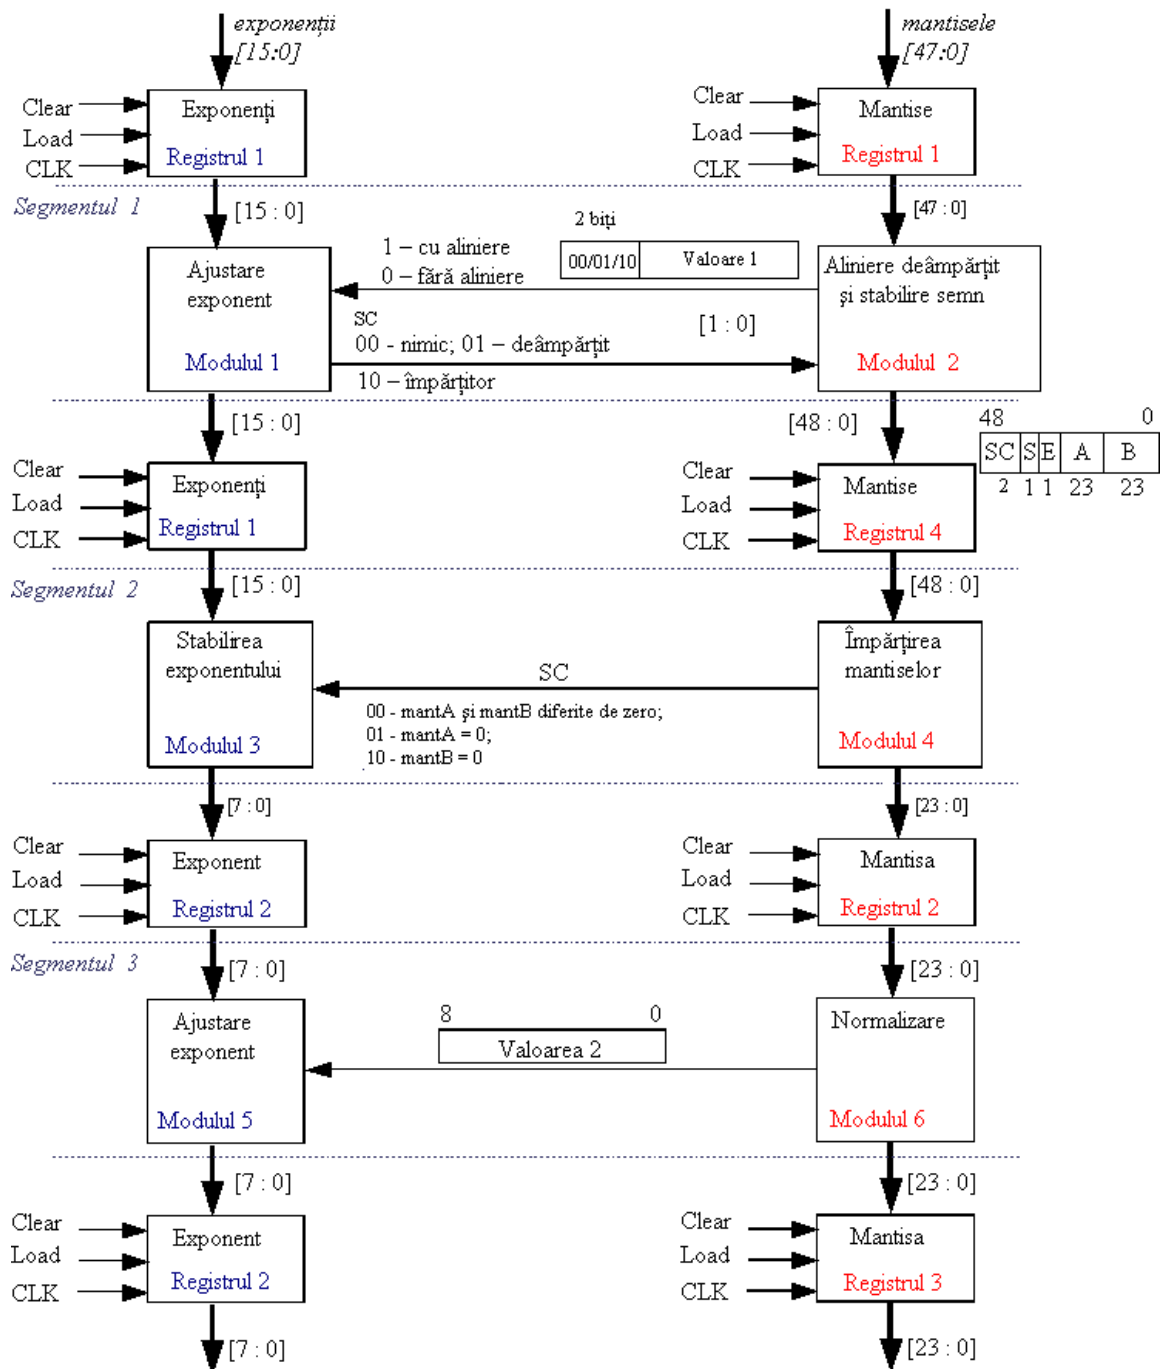

Figura 7: Algoritm de împărțire a două numere în virgulă mobilă
Algoritmul în bandă de asamblare al acestei operații este prezentat în figura 7
3. Să se proiecteze și simuleze utilizând Xilinx WebPACK 10.1 și limbajul Verilog un circuit care să realizeze operația de împărțire în virgulă mobilă precizie simplă prezentate în figura 7.